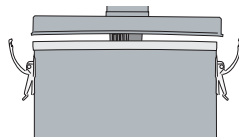

figura 9
3. Deshacer los 2 ataderos y quitar la tapadera del aparato (**figura 9**).